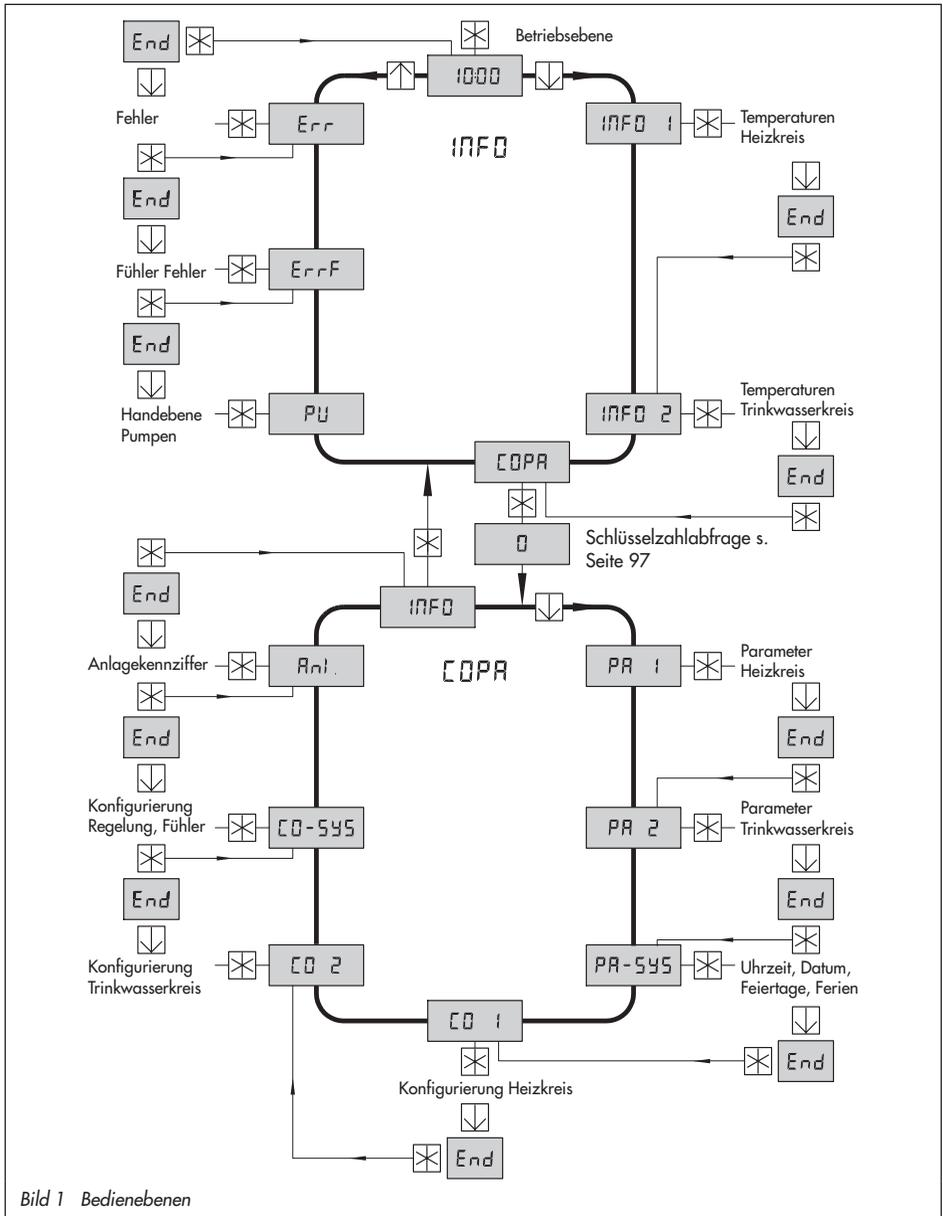

Bild 1 Bedienebenen
In Bild 1 sehen Sie die Ebenenstruktur des Heizungsreglers TROVIS 5431. Das Bild zeigt auch die Bedienschritte, um die einzelnen Ebenen zu erreichen. Diese Ebenen sind nur zugänglich, wenn der Bedienschalter (A) auf Stellung  steht. Das Gerät hat zwei Hauptebenen: einmal die InFO-Ebene, zum anderen die COPA-Ebene.
Normalerweise befindet sich der Heizungsregler in der Betriebsebene, in Bild 1 durch die Uhrzeit "10:00" dargestellt. Daneben werden im Display Symbole angezeigt, welche die Betriebsart und den Betriebszustand kennzeichnen. Eine Übersicht der wichtigsten Symbole finden Sie auf Seite 99.